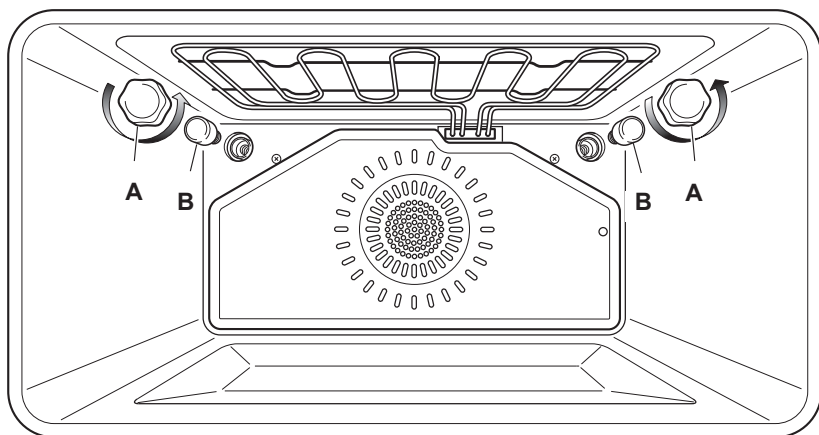

Fig. 6.8
- Svitare la calotta protettiva **A** (fig. 6.8);